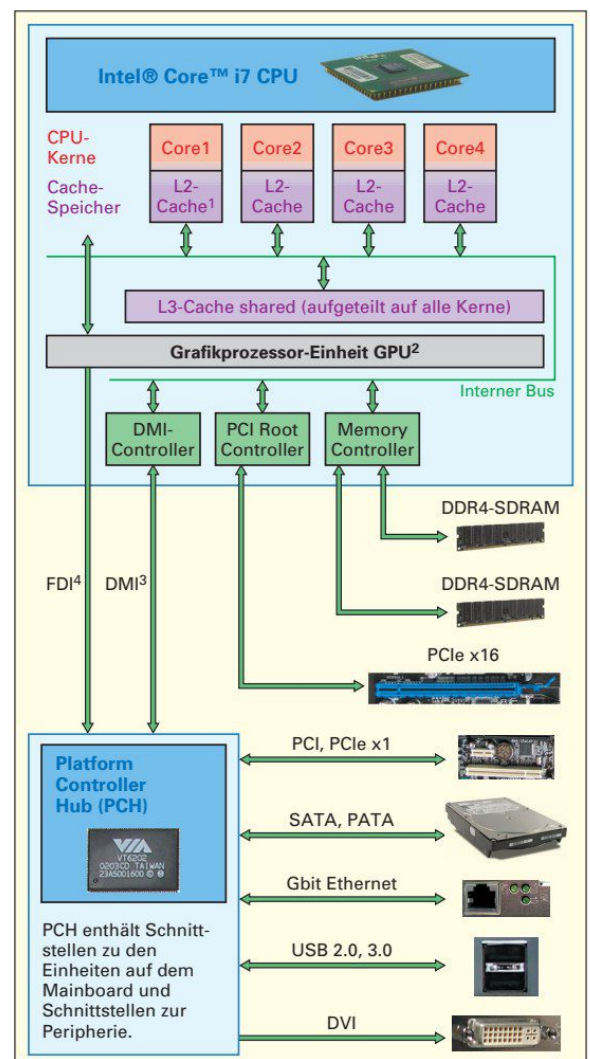

Bild 2: Hub-Architektur
2. Warum wird zwischen CPU (**Bild 1**) und Kühler (**Bild 2**) eine Wärmeleitpaste aufgetragen?